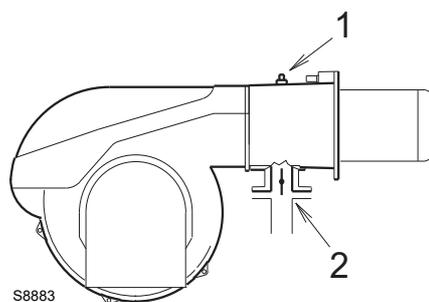

Abb. 25
Gasdruck, an der Entnahmestelle 1)(Abb. 25) gemessen mit:
Strömungsverlust Gasdrossel 2)(Abb. 25) bei maximaler Öffnung: 90°.
- Ziehen Sie vom Gasdruck am Anschluss 1)(Abb. 25) den Druck in der Brennkammer ab.
$$\begin{aligned} \text{Gasdruck an der Entnahmestelle 1)(Abb. 25)} &= 14,3 \text{ mbar} \\ \text{Druck in der Brennkammer} &= 3,0 \text{ mbar} \\ 14,3 - 3,0 &= 11,3 \text{ mbar} \end{aligned}$$
Um stattdessen den an der Entnahmestelle 1) notwendigen Gasdruck zu ermitteln (Abb. 25), nachdem die höchste Modulationsleistung festgelegt wurde, bei der Brenner arbeiten soll:
- Lesen Sie rechts, in Spalte 1, den Druck an der Entnahmestelle 1)(Abb. 25) ab.
An der Entnahmestelle 1)(Abb. 25) erforderlicher Druck.